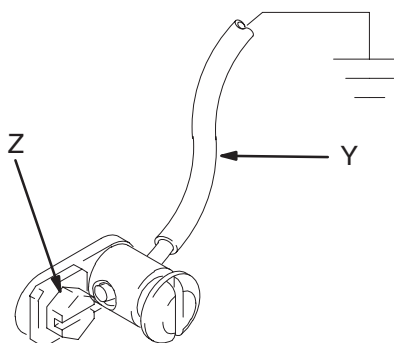

Fig. 1
- *Pompe:* utiliser un fil de terre et le raccorder comme indiqué à la Fig. 1.
Pour mettre la pompe à la terre, retirer la vis de terre (Z) et l'introduire dans l'œillet de la cosse circulaire à l'extrémité du fil de terre (Y). Serrer la vis de terre sur la pompe et bien serrer. Brancher l'autre extrémité du fil de terre sur une véritable terre. Voir Fig. 1. *Pour passer commande d'un fil et d'une pince de terre, indiquer la référence 222011.*